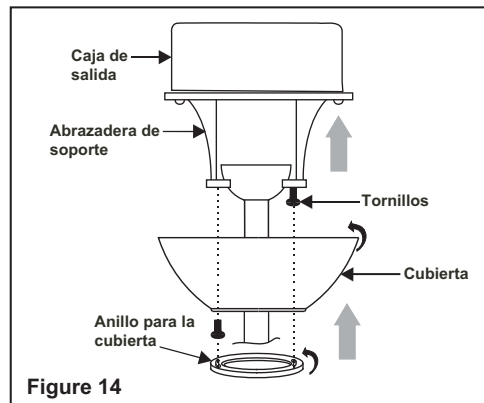

Figure 14
**Paso 2.** Deslice la cubierta hacia arriba hacia el soporte de montaje y coloque el agujero de posición de la cubierta sobre el tornillo del soporte de montaje, gire la cubierta hasta que quede encajada en su lugar en la sección estrecha de los agujeros de posición. (Fig. 14)